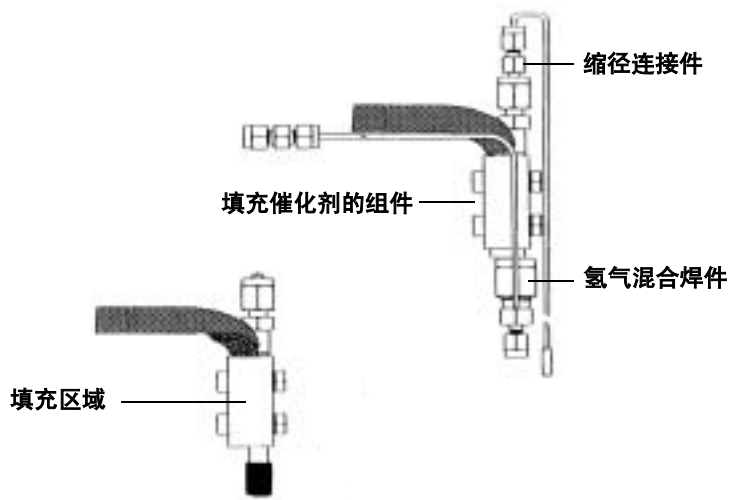

图 95 镍催化剂管
- 4 用两个扳手从催化剂组件的底部断开混合 H₂ 的焊件。小心不要在 1/6 英寸的管上施压。压力能毁坏该管件（图 95）。